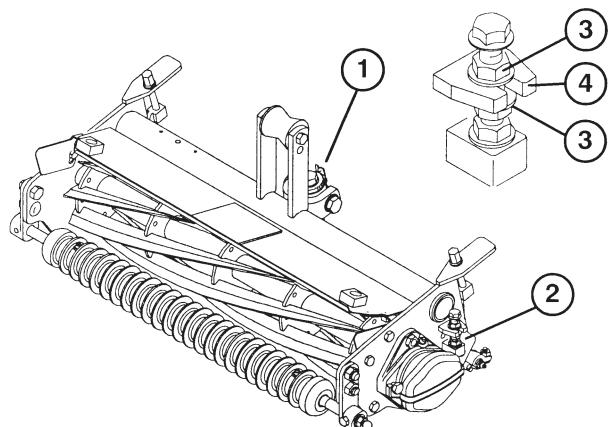

Fig. 1
Regolazione del contatto fra controllama e cilindro (Fig. 1 e 2)
2. Girare in senso antiorario la manopola di regolazione della controllama per accettare la mancanza di contatto (Fig. 1).
5. Girate in senso orario o antiorario i dadi a colletto (Fig. 1, inserto), situati in alto e in basso sulla linguetta del telaio, per alzare o abbassare l'estremità della lama fissa, come opportuno. Non allentate il dado a colletto inferiore. Dopo avere effettuato la regolazione, serrate i dadi a colletto contro la linguetta del telaio.